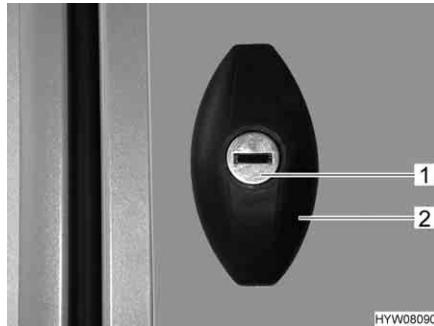

Fig. 29 Serratura dello sportello, ellittico, chiuso
- Apertura:* ■ Inserire la chiave nel cilindro della serratura (Fig. 29,1) e ruotare in senso antiorario di un mezzo giro. La maniglia della serratura (Fig. 29,2) scatta all'infuori.